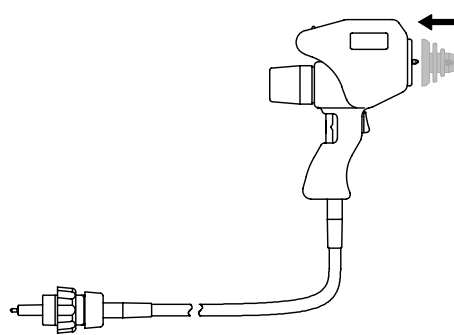

図 2
2. 添付品の変換アダプタを時計方向に回し、取付けます。（図 2）